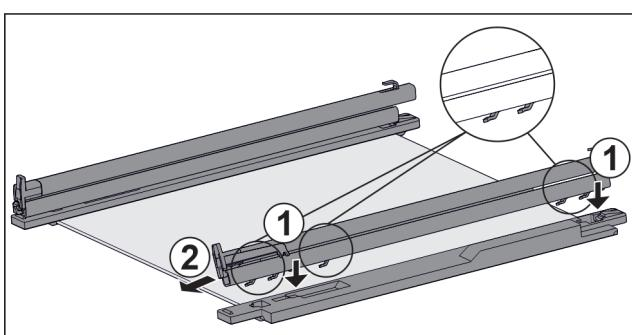

Fig. 69 Staklena ploča s vodilicama i pridržnim dijelovima
- Stavite kuke vodilice na otvore **lijevog** pridržnog dijela. *Fig. 69 (1)*
- Skinite vodilicu prema naprijed. *Fig. 69 (2)*
- Stavite kuke vodilice na otvore **desnog** pridržnog dijela. *Fig. 69 (1)*